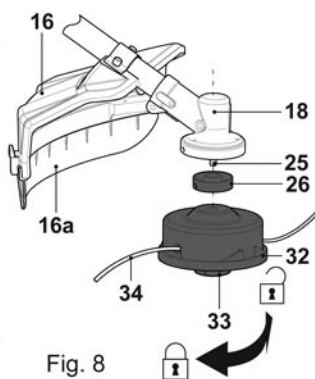

Fig. 8
- > Inserte la brida de soporte (26), y gire hasta que el orificio esté en paralelo con la muesca en el cabezal de montaje (18).
- > Inserte la herramienta (40) en el orificio para bloquear la rotación del husillo.
- > Inserte y atornille la tuerca nylock según se indica (Fig. 8).
- > Retire la herramienta (40).